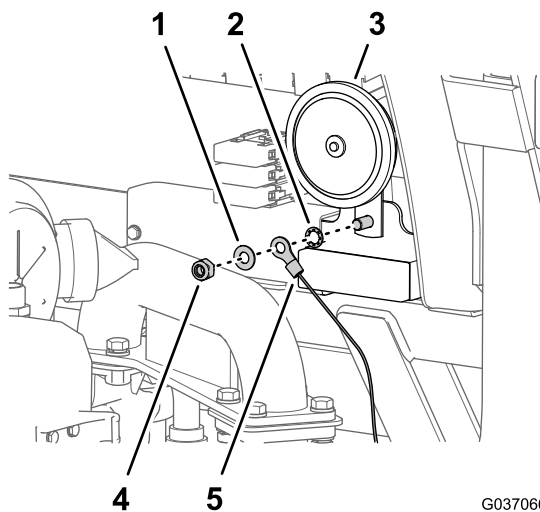

**Figura 32**
6. Disponete il filo attorno al perno di articolazione della piattaforma e indietro nella zona del portafusibili (Figura 32).